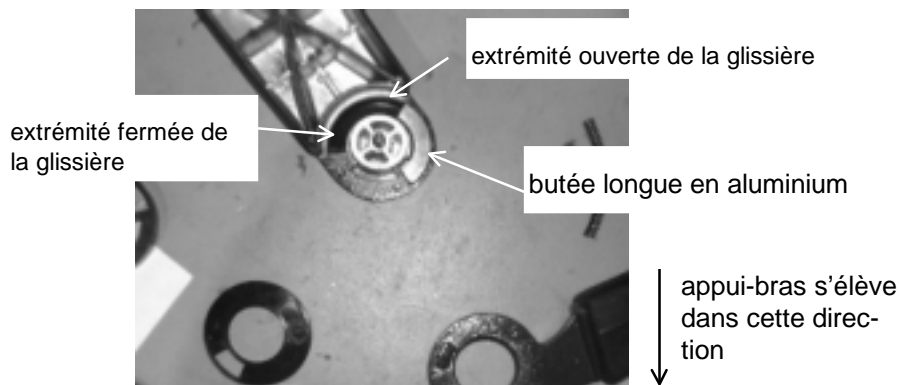

FIGURE 5: INSERTION GLISSIÈRE/BUTÉE 18219
6. Insérer la nouvelle glissière et la butée d'aluminium (Fig. 5).